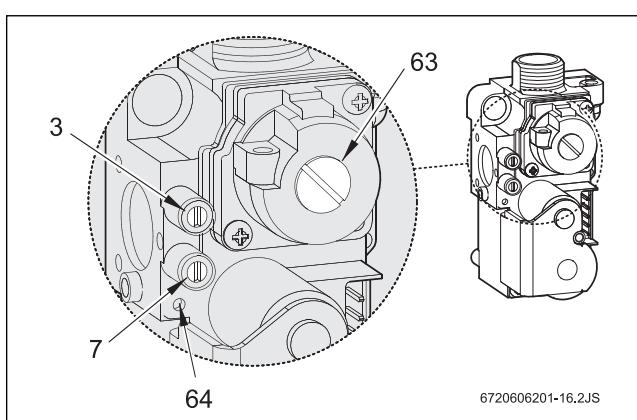

Fig. 23 Automático de gás
- Desmontar a cobertura do parafuso de regulação do gás (63) (Fig. 23).